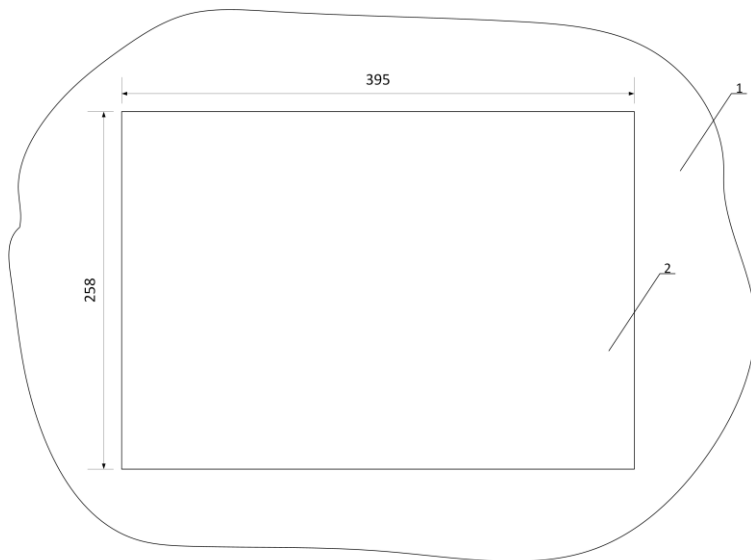
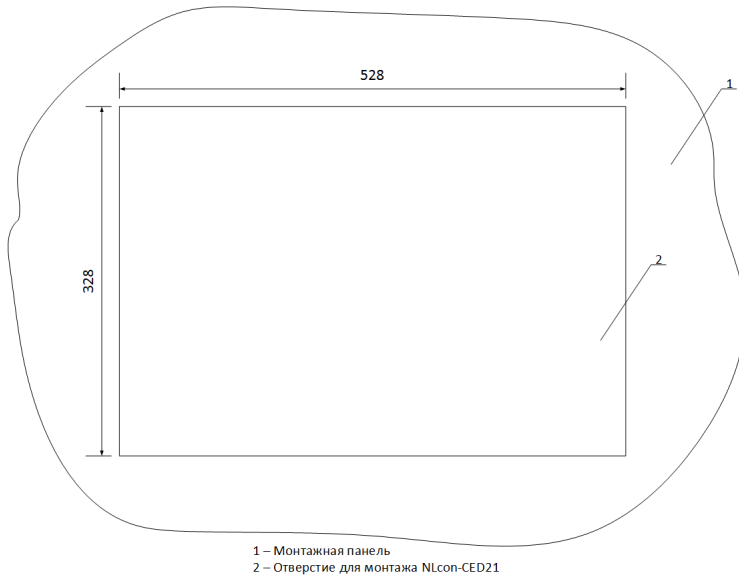

Рис. 4.1. Монтажное отверстие для NLcon-LXD16
Рис. 4.5. Монтажное отверстие для NLcon-LXD21
- установкой в прямоугольное отверстие путем врезания в переднюю панель шкафа. Для крепления панели оператора на монтажной панели, или двери шкафа, используются зажимы с винтами, которые входят в комплект поставки. Размеры отверстий в зависимости от диагонали приведены на рис. 4.1 - рис. 4.5;